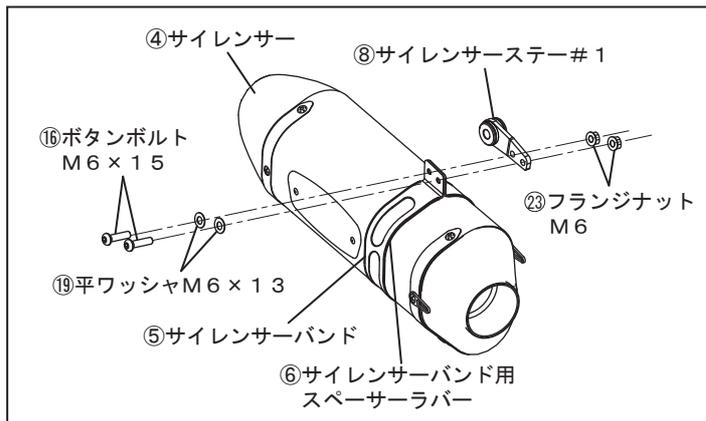

FIG. 13
10. ④サイレンサー単品での重量を測定し、車両の走行距離と共に下の表に記録しておいて下さい。
⑤サイレンサーバンドに⑥サイレンサーバンド用スペーサーラバーを取り付けて④サイレンサーに通し、⑬ボタンボルトM6×15、⑱平ワッシャM6×13、㉓フランジナットM6を使用して、⑧サイレンサーステー#1を⑤サイレンサーバンドに仮締めして下さい。
次に、⑤サイレンサーバンドをサイレンサーカバー前側端面からサイレンサーバンド前側端面の寸法が約90mmになるように調整して下さい。(FIG. 13, 14参照)